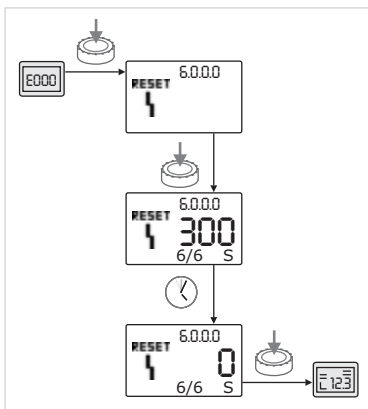

Fig. 56: Acquittement du défaut de type B (X = Y)
- Si l'occurrence actuelle du défaut est égale à l'occurrence maximale (fig. 56) :